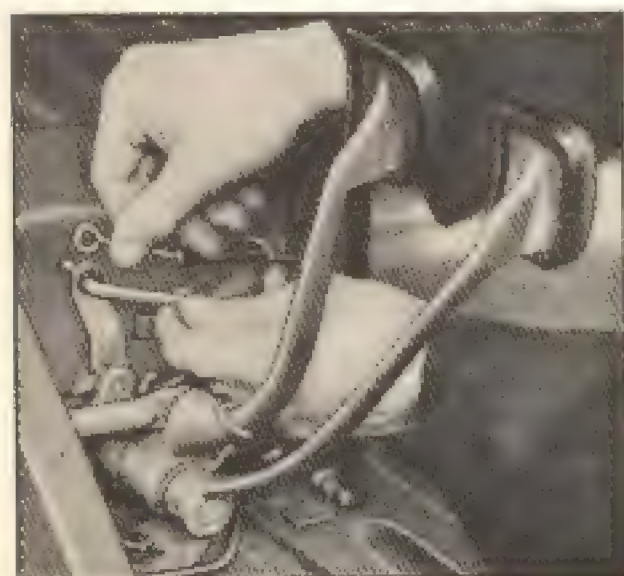

Fig. 21-E
- 1) — Retira-se o parafuso (6) que prende o cabo (2) a alavanca da válvula borboleta.
- 2) — Retira-se o prato da mola (5), a luva, (4) e a mola (3) (Modelos "1 200" — 36 HP)
- 3) — No Sedan e no Karmann Ghia, solta-se a varêta de pressão do pedal e retira-se o cabo do pedal do acelerador (Fig. 21-E).